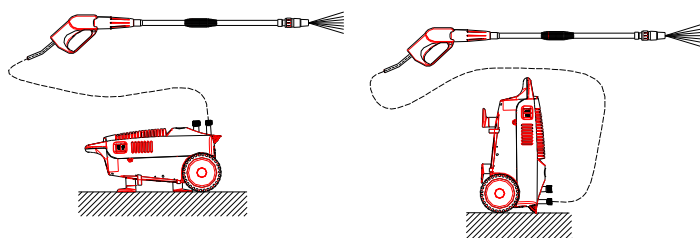

Figure 5
5.3.9 L'appareil fonctionne sur deux positions. Voir figure 5